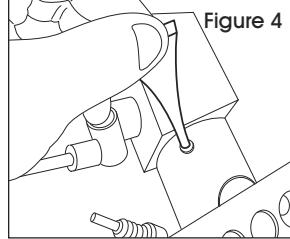

Figure 4
4. Une fois l'inspection terminée, appliquez l'adhésif Loctite 222MS fourni sur les trous filetés puis fixez la tête. (Voir Figure 4) Fixez à nouveau le raccord de l'allumeur à la bougie d'allumage.